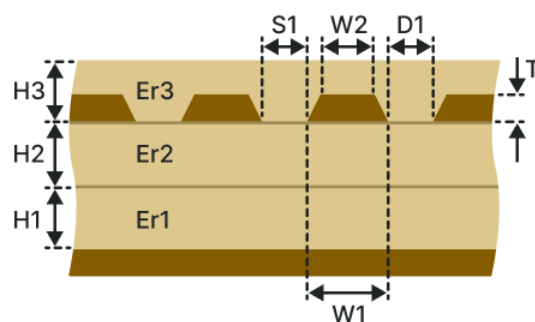

Рис. 185 Копланарная дифференциальная заглубленная ЛП с опорным слоем
- Копланарная дифференциальная заглубленная ЛП с опорным слоем (КДЗОС-2Н1В), см. Рис. 185.